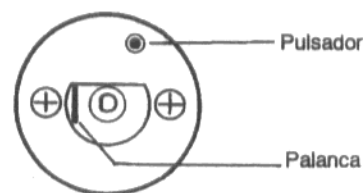

Fig. 2
- Presione hacia atrás la palanca o el pulsador (según el modelo de regulador) con un destornillador o un utensilio similar y manténgalo en la misma posición hasta que el limitador de temperatura de seguridad entre en acción (Fig. 2).